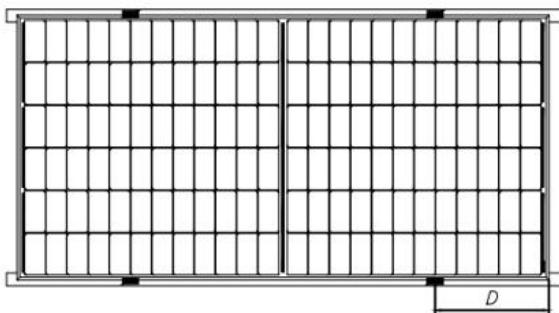
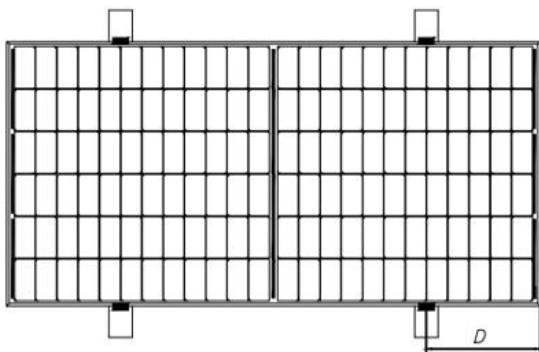
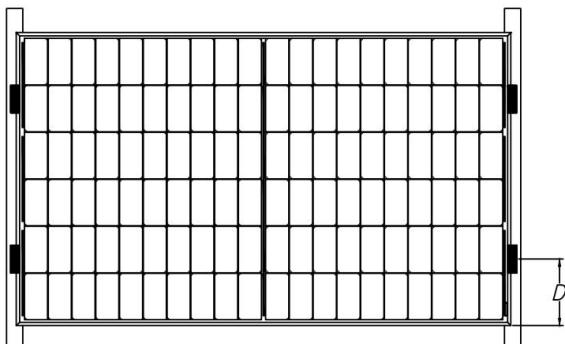
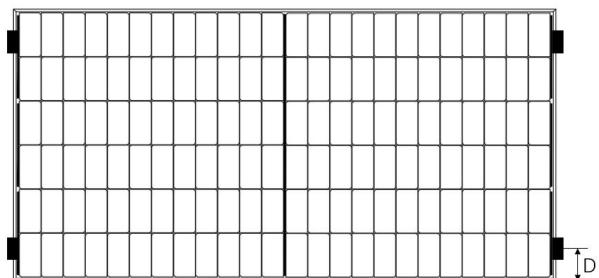

图3 导轨重合长边框安装
图4 导轨垂直长边框安装
图5 导轨重合短边框安装
图6 短边四点安装
光伏组件安装时，每个光伏组件必须使用至少4个压块进行固定，如图3、图4、图5、图6。
⑩ 对于图 3 所示的安装方式，组件 C 面与导轨的重叠部分应 $\geq 25\text{mm}$ 。如果使用不合适的夹具或不正确的安装方式，正泰新能有限质保将会无效。